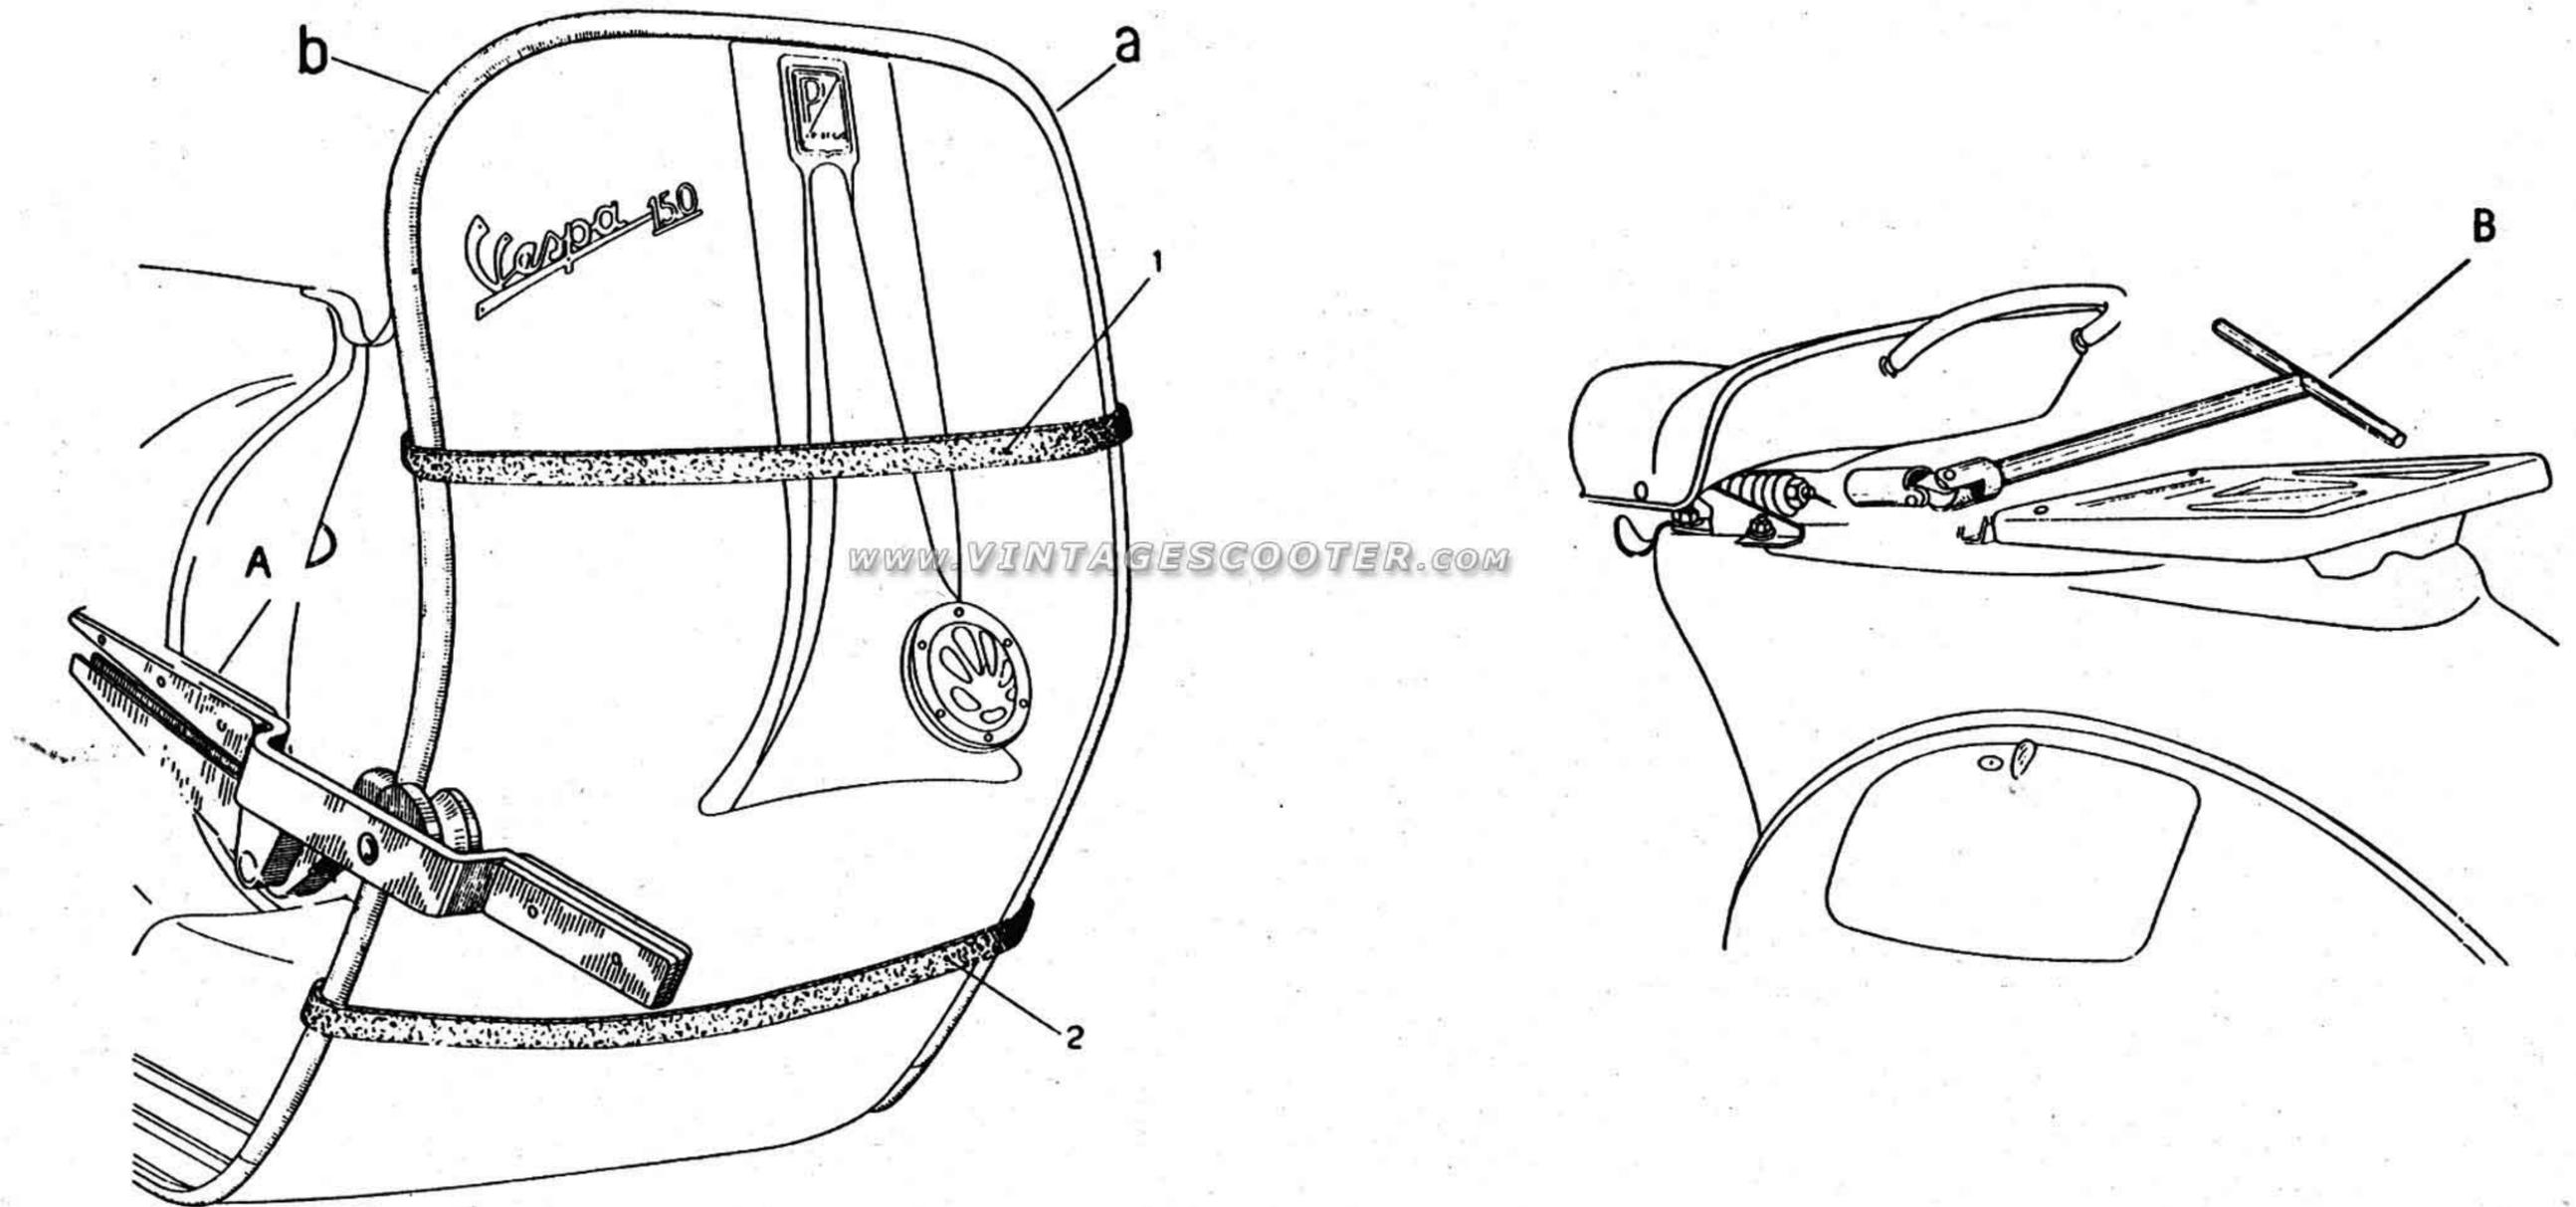

Fig. 75
- Serrer à fond la bordure par des sangles ou courroies, voir figure 75.
- Avec l'outil T. 0023590 (outil « A » de la figure) commencer l'enroulement par le côté supérieur de la direction, depuis « a » jusqu'au « b » (voir fig.). Enlever les attaches après (1). Continuer l'enroulement des deux côtés jusqu'à l'attache (2).
- Enlever l'attache (2) et compléter l'enroulement. Si le long du bord des petits plis ou par endroits une adhérence imparfaite au tablier se présentent agir sur ces points avec le marteau en caoutchouc et passer de nouveau l'outil T. 0023590.